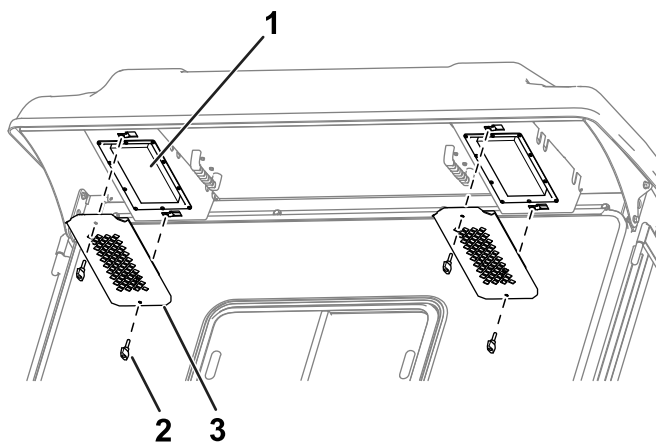

Figure 87
1. Enlevez les boutons et les grilles de l'avancée arrière de la cabine (Figure 87).
4. Utilisez les boutons et les grilles pour reposer les filtres dans la cabine (Figure 87).